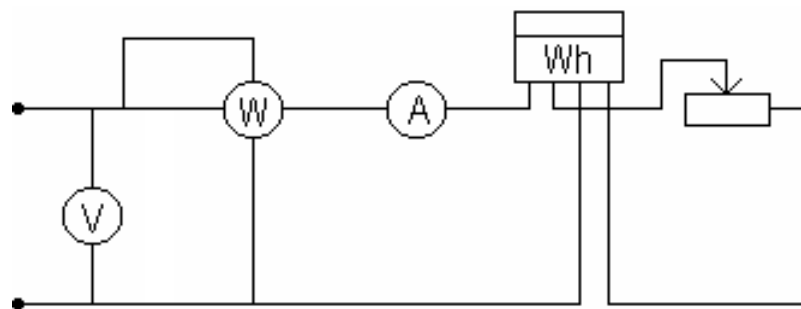

Рис. 1. Схема ввімкнення ватметра
1. Скласти електричне коло за схемою (рис. 1)